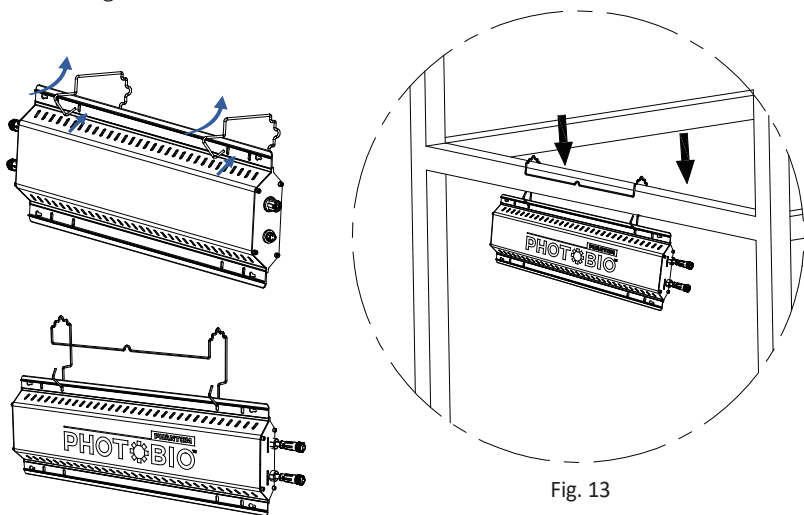

Fig. 13
1. Accrochez la boîte du contrôleur avec le support de montage et montez le contrôleur sur le support, comme sur la Fig.13.